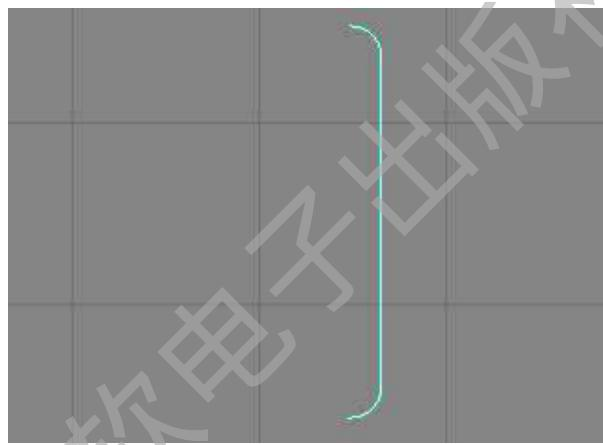

图 2-75 绘制剖面
Step 19. 使用“线”绘制剖面形状，效果如下，如图 2-75 所示。